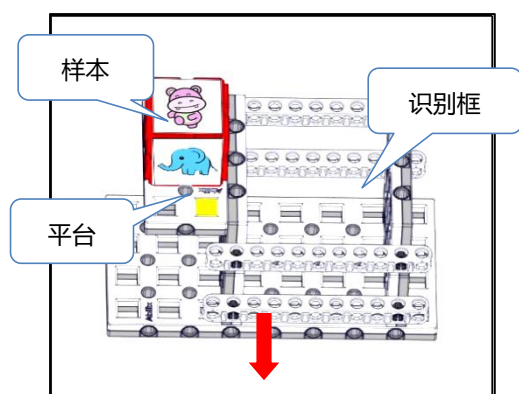

图 4-8-1 初始状态
4.8.1 图像识别模型的初始位置位为 1-17，方向和位置都是可变的，红色箭头为模型的正面朝向。样本位于平台上。如图 4-8-1 所示。